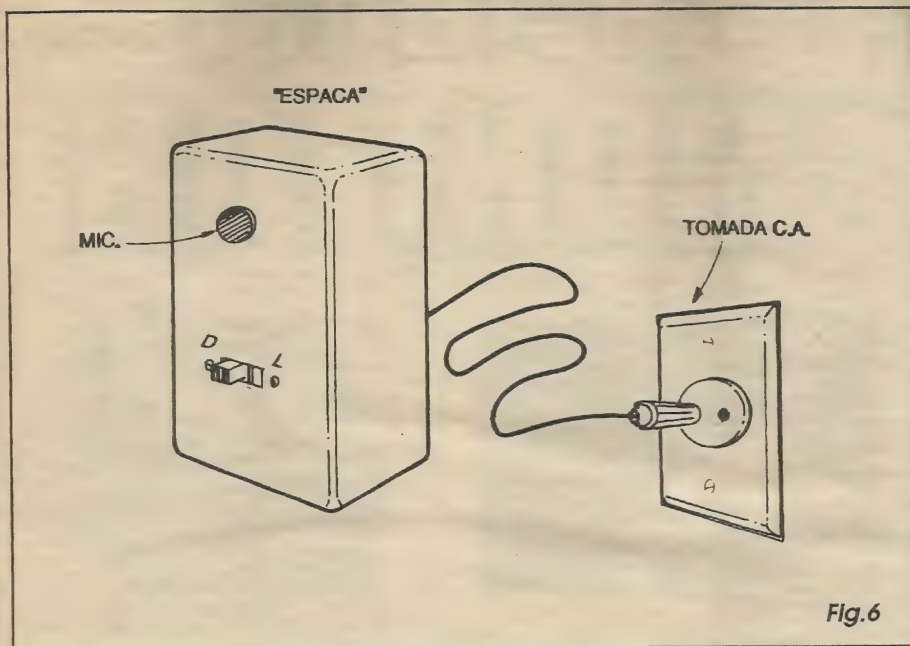

Fig. 6
- FIG. 6 - ACABAMENTO E UTILIZAÇÃO BÁSICA DO ESPACA... - É possível *agasalhar* o circuito numa caixinha elegante e funcional, conforme sugere a figura... Entretanto, é bom não esquecer que podemos enfiar a plaquinha dentro de um outro aparelho ou objeto que normalmente fique no ambiente a ser monitorado... Algumas opções lógicas são: dentro de um *abajur*, dentro de uma caixa acústica, no interior de um armário ou atrás de uma estante, desde que (e isso é requisito importante...) exista uma tomada de C.A. próxima para ligação do plugue de saída dos sinais do ESPACA... Com um mínimo de raciocínio dá pra perceber que fica fácil *camuflar* a instalação/ligação, no caso do *esconderijo* do dispositivo já ser algo que normalmente *deve* ficar ligado a uma tomada (como é o caso de um *abajur*, por exemplo...), quando então poderá ser aproveitada a conexão normal do dito aparelho à C.A. para também conduzir os sinais do ESPACA... Se a placa ficar escondida, com o microfone dentro de uma caixa acústica, é bom não esquecer que quando o dito *sonorizador* estiver sendo efetivamente usado para reproduzir música, ficará praticamente impossível captar com clareza qualquer outro som ambiente, o